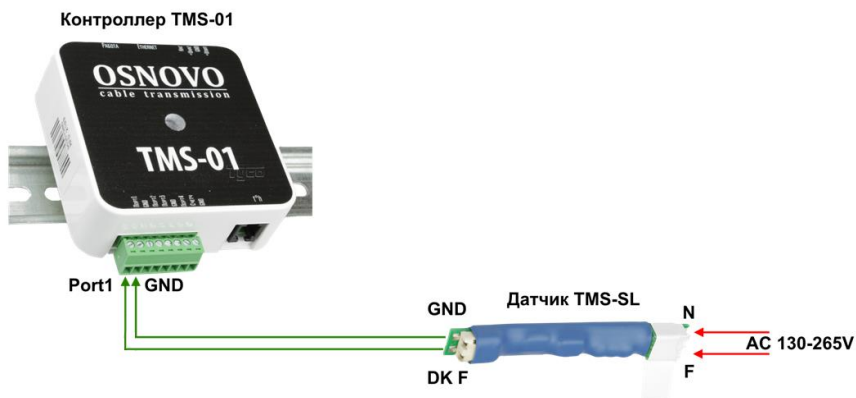

Рис.6 Подключение датчика контроля фазы TMS-SL к контроллеру TMS-01*
- TMS-SL – датчик контроля наличия фазы (рис. 6);